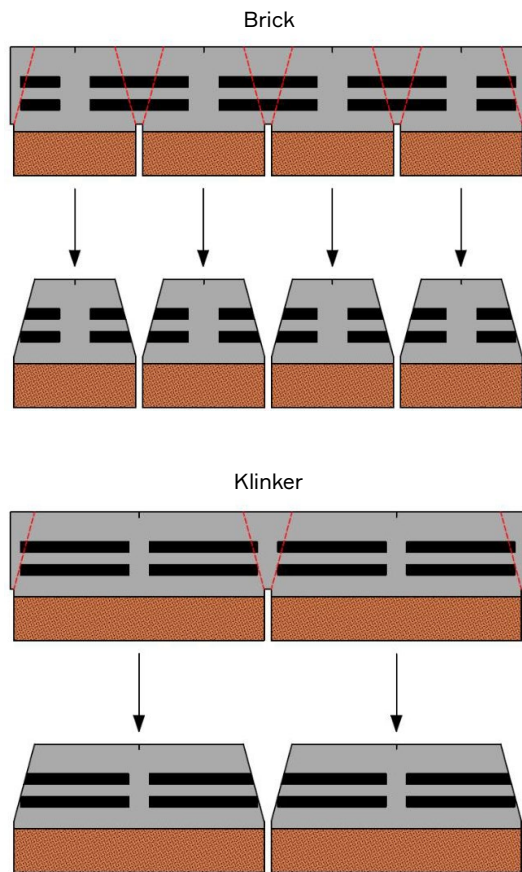

Рис. 17. Уизготовление угловых элементов для отделки внешних углов.
8.2.6. В случае отделки внешних углов при помощи угловых элементов их необходимо вырезать из самой фасадной плитки (рис. 17).